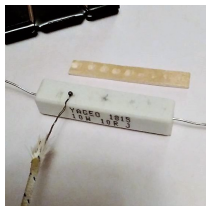

Рис. 6
- прижмите термопару так, чтобы её чувствительный элемент попал в соответствующее углубление деревянной накладки (рис. 6);